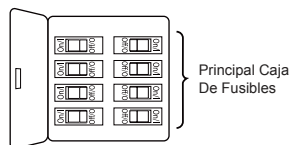

Figura 1
1. Extraiga la pieza de la bola colgante de la unidad de la bola colgante / varilla aflojando el tornillo de presión de la bola colgante hasta que la bola se libere de la varilla. Retire el pasador del barral y luego extraiga la semiesfera. Conserve el pasador y la semiesfera para su instalación en el Paso 7. (Figura 1)
Para evitar una posible descarga eléctrica, asegúrese de cortar la alimentación eléctrica de la caja de fusibles principal antes de colgar el ventilador. (Figura 1)
1. Para configurar el código de unidad del receptor. Deslice los interruptores de código a las mismas posiciones que en el transmisor. (Figura 1)